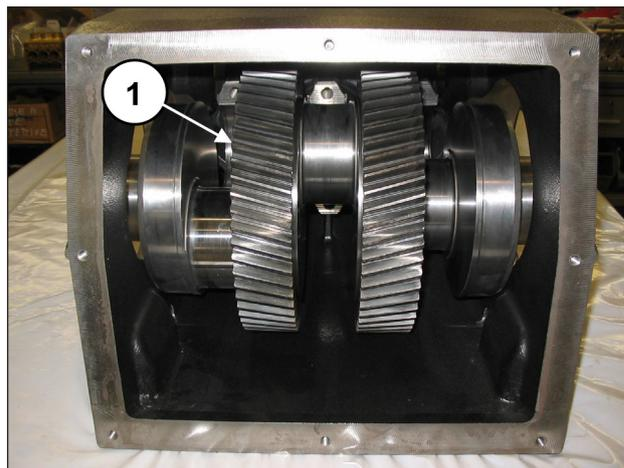

Fig. 51
**Introducir el eje acodado en el cárter de manera que los dientes de las coronas estén orientados como se indica en la Fig. 51.**